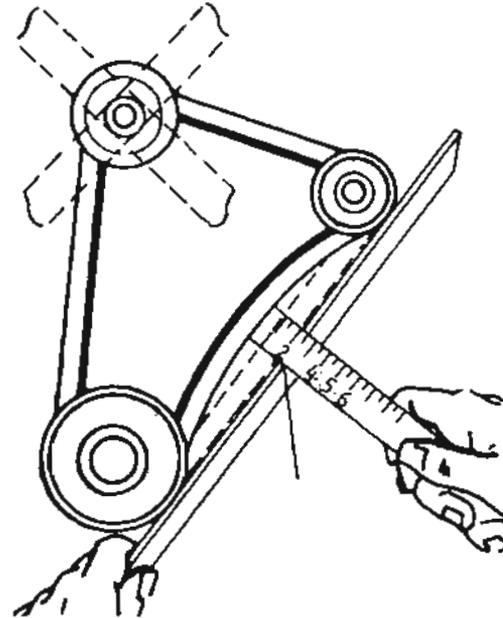

Fig.3
- d Compruebe la tensión de la correa del ventilador, de tal manera que la deflexión entre poleas sea la indicada (fig. 3).